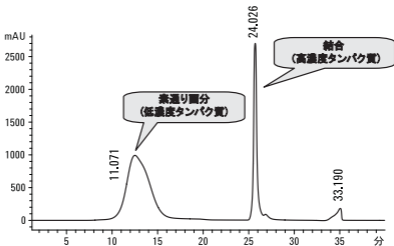

図3 4.6 x 100 mm カラムでのクロマトグラム
- 8 素通り画分(図3では11~15分の間)を集め、すぐに分析しない場合は-20 $^{\circ}$ Cで保存してください。